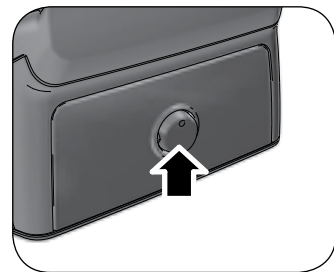

Fig. 6
Premere l'interruttore di accensione ferro/caldaia (L) Fig. 6. Posizionare la manopola di regolazione della temperatura (H) alla temperatura desiderata. Al primo utilizzo, dopo il riempimento del serbatoio, è necessario regolare la manopola di regolazione della temperatura (H) oltre il simbolo (●●●) e premere il pulsante erogazione vapore (G) Fig. 7 finché il ferro non emette vapore (circa un minuto) Fig. 9. Ora il ferro è pronto per l'uso.